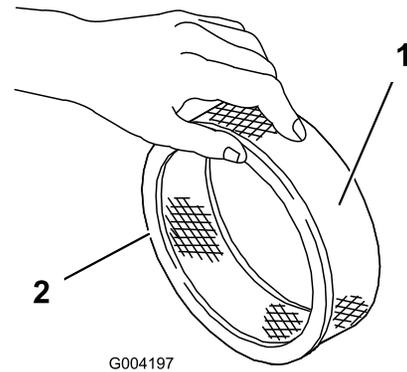

Figura 20
5. Inspeccione el elemento de papel por si estuviera roto, tuviera una película aceitosa o la junta de goma estuviera dañada (Figura 20).
1. Deslice cuidadosamente el pre-filtro de gomaespuma sobre el elemento de papel (Figura 20).